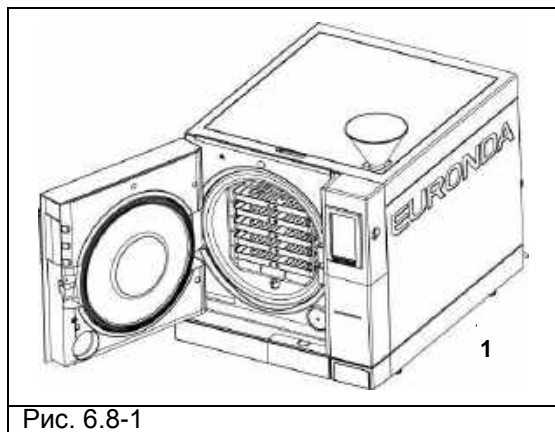

Рис. 6.8-1
2. Откройте заглушку в верхней крышке, установите прилагаемую воронку в отверстие (1 на рис. 6.8-1) и залейте необходимое количество дистиллированной воды, как указано в гл. 5.3 "Технические данные". Никогда не наливайте воду выше метки, указанной словом MAX в отверстии для подачи
2. Наполните бак чистой воды свежей чистой водой через соответствующее заливочное отверстие (1 на Рис. 6.8-1).